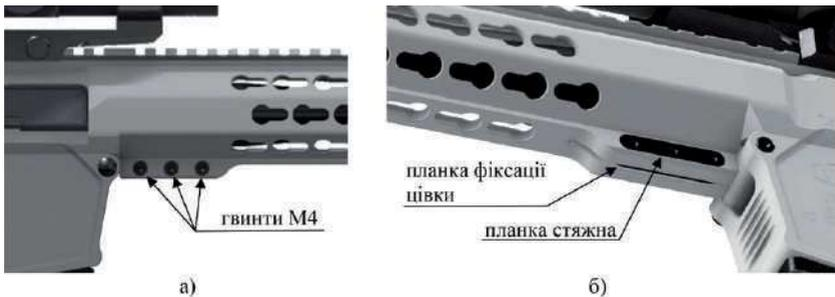

Рис. 63. Від'єднання цівки гвинтівки
- викрутити три гвинти М4, (рис. 63а). Для цього використовується шестигранний ключ S-3);